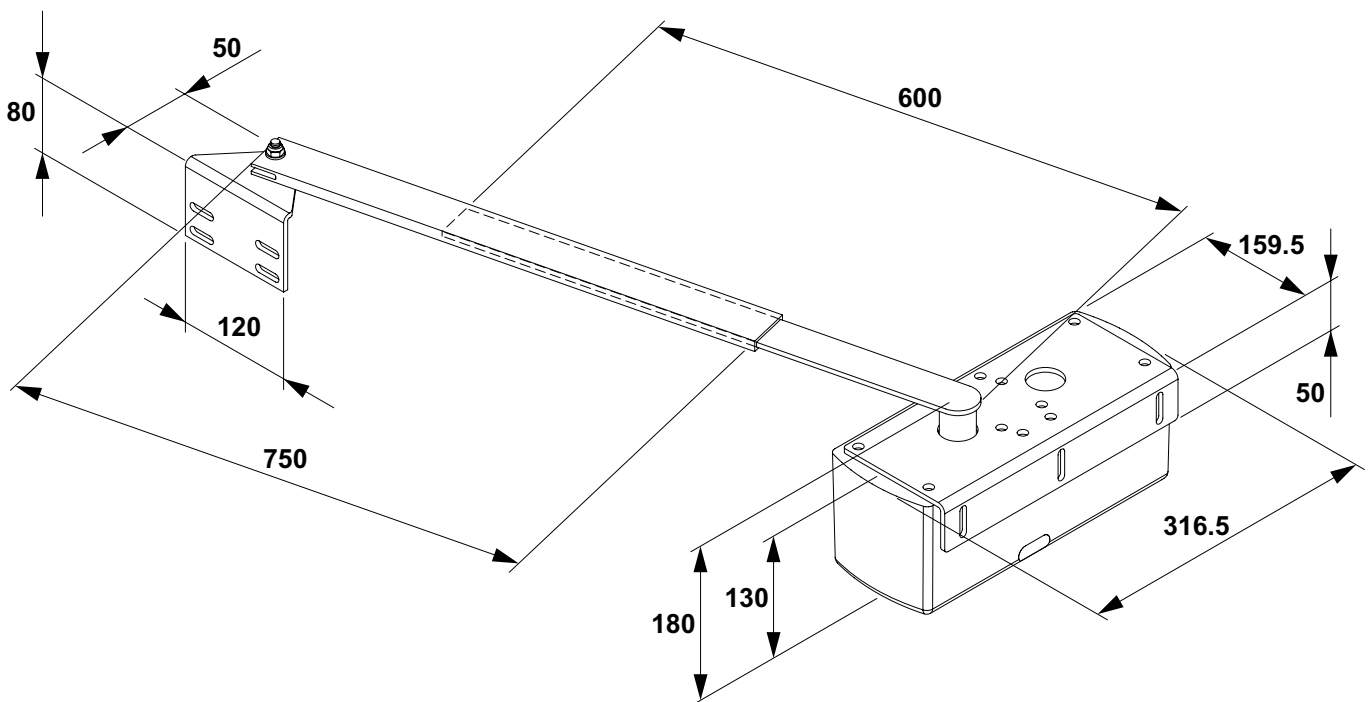

Fig.1
1. Ingombri e misure di max (fig.1)
1. Overall dimensions (fig.1)
1. RIchtraumbedarf und -Maße (Bild 1)
1. Encombremets et dimensions (fig.1)
1. Volums y acotaciones (fig.1)